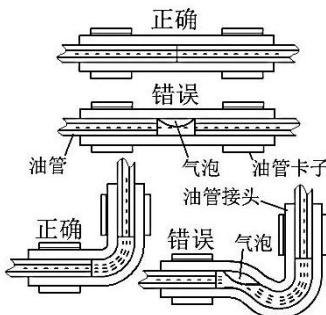

图 14
3.5.5 燃油管与油泵、主机进油管、吸油管等件的连接处，应使用橡胶燃油连接管。对接处应严密无缝隙（图 14）。油泵至主机的燃油管不允许有接头。